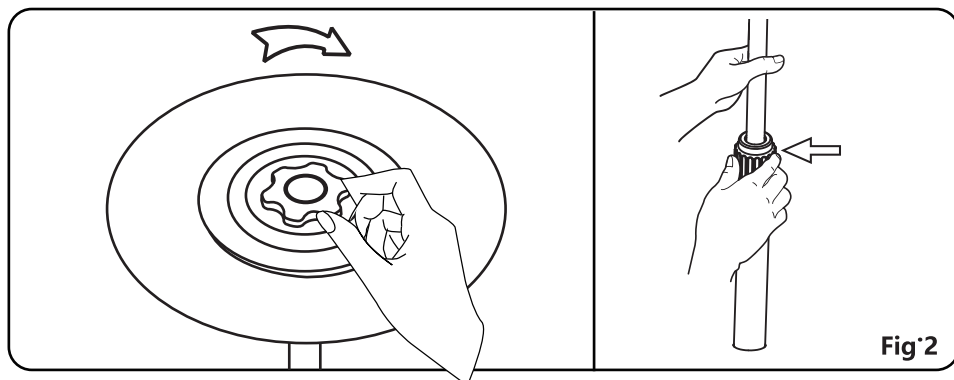

Fig.2
3. Bloquee la tuerca grande de la base.(Fig. 2)